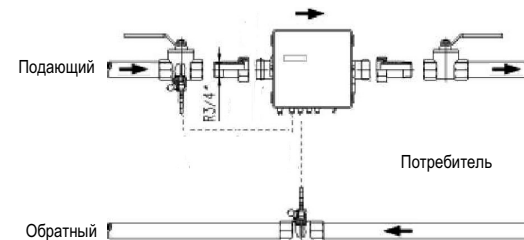

Рисунок 11. Установка теплосчетчика и температурных датчиков для zelsius® C5-ISF
- Учитывать правильную точку установки (подача или возврат). Обычно это подающий трубопровод (труба подачи теплоносителя в отопительных систем (рисунок 11)). Обратите внимание на информацию на типовой табличке.
- Для установки симметричного датчика температуры крепить идентичный шаровый клапан на обратном трубопроводе. Он используется для монтажа датчика температуры в обратном трубопроводе (рисунок 11).